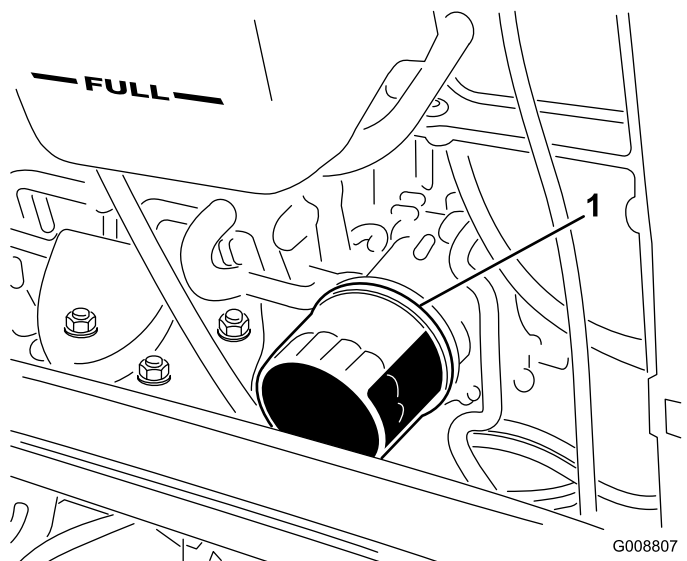

Figura 53
2. Togliete il filtro dell'olio (Figura 53). Applicare un velo di olio pulito sulla tenuta del nuovo filtro prima di avvitare. Non serrate troppo.